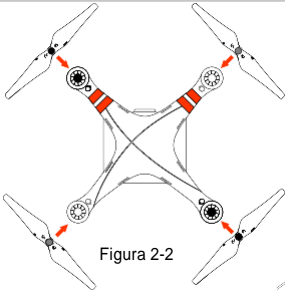

Figura 2-2
- (Figura 2-2) Prepare las dos hélices marcadas en gris y las dos en negro. Asegúrese de emparejarlas con las correspondientes marcas de los motores. Ajuste las hélices de acuerdo con las instrucciones de ajuste.